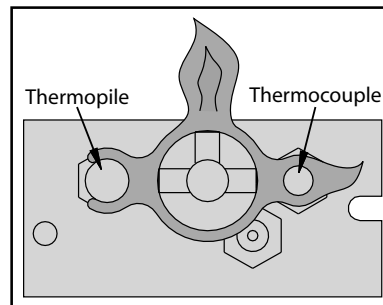

Figure 4. Flamme de la veilleuse
1. Fermez le gaz de la cheminée. Si ce n'est pas fait récemment, enlever le verre et laissez l'air de l'unité pendant au moins cinq (5) minutes pour laisser échapper tout le gaz. Allumez le gaz à l'appareil de chauffage. Test d'étanchéité de tous les joints avec de l'eau savonneuse. **NE JAMAIS UTILISER DE FLAMME NUE POUR DES FUITES.**
2. Démarrez le pilote en appuyant sur le bouton de contrôle du gaz et tourner à PILOT. Tout en maintenant le bouton de réglage de gaz, appuyez sur l'allumeur piézo plusieurs fois jusqu'à ce que le voyant de contrôle commence. Maintenez le bouton de contrôle du gaz pendant 30 secondes. Vérifiez que le pilote a complètement englouti l'ensemble de thermocouple (voir Figure 4).